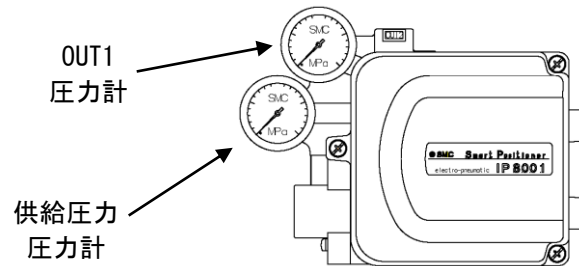

図 16
- \*5: ポジショナに取付けられている圧力計の名称を図 16 に示します。